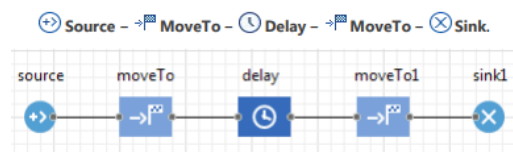

Рисунок 13.3 – Блоки бібліотеки моделювання процесу
7. Створіть іншу блок-схему процесу, щоб визначити логіку руху вантажівки, підімкнувши блоки бібліотеки моделювання процесів у такому порядку (рис. 13.3).